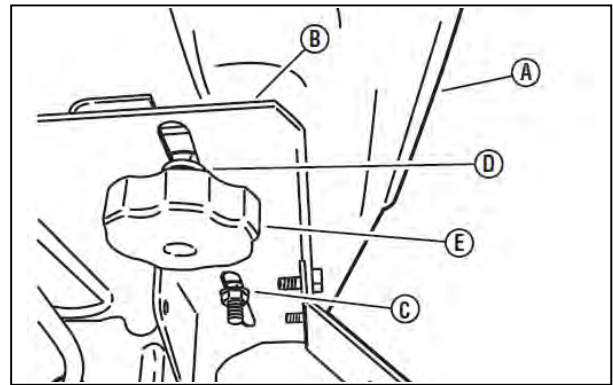

図 1-14
- A. シート(図 1-14 の A)をシートプレート(B)に置きます。